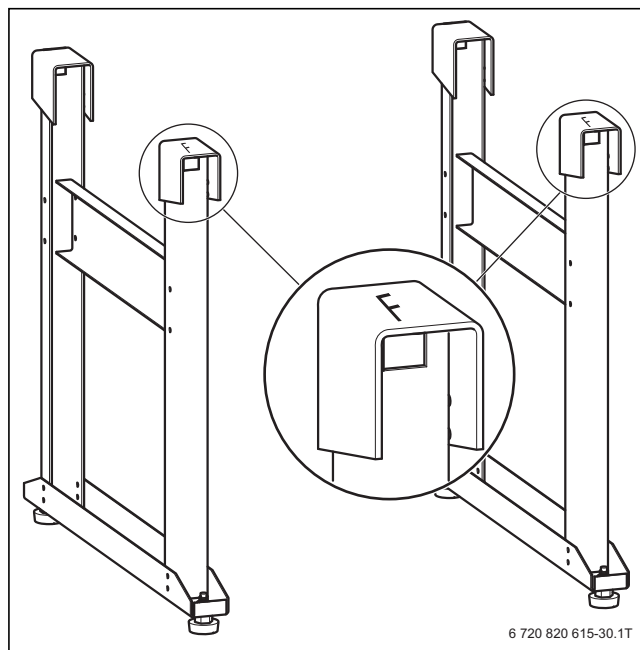

Bild 34 Kennzeichnung F an den Befestigungsfüßen
- Montagerichtung des Gestells beachten: Die Seite, an der ein „F“ in die Befestigungsfüße gestanzt ist, muss mit der Ausblasseite übereinstimmen (→ Bild 34).